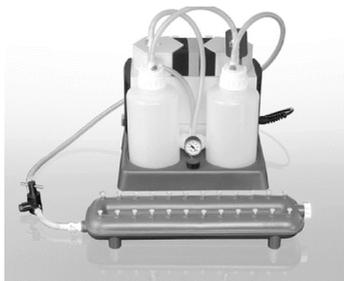

Figura 2. QIAvac 24 Plus, QIAvac Connecting System y la bomba de vacío
Las columnas QIAamp Mini se procesan en el QIAvac 24 Plus mediante el uso de VacConnectors desechables y VacValves reutilizables. Las VacValves (opcionales) se insertan directamente en las ranuras luer del colector QIAvac 24 Plus y garantizan una velocidad de flujo constante, lo que facilita el procesamiento en paralelo de diferentes volúmenes de muestra. Deben utilizarse si las velocidades de flujo de las muestras difieren significativamente para poder garantizar un vacío uniforme. Los VacConnectors son conectores desechables que se colocan entre las columnas QIAamp Mini y las VacValves o entre las columnas QIAamp Mini y las ranuras luer del QIAvac 24 Plus. Estos conectores impiden el contacto directo entre la columna de centrifugación y VacValve durante la purificación y, de ese modo, evitan cualquier contaminación cruzada entre las muestras. Los VacConnectors se desechan después del primer uso. Debido a los grandes volúmenes de solución utilizados, se requiere el QIAvac Connecting System (o una configuración similar con frascos para residuos) (consulte la Figura 2).
- La presión de vacío es la presión diferencial entre el interior del colector de vacío y la atmósfera (presión atmosférica estándar de 1013 milibares o 760 mm Hg) y se puede medir con el QIAvac Connecting System (consulte Figura 2). Los protocolos requieren una bomba de vacío capaz de producir un vacío de  $-800$  a  $-900$  mbar (p. ej., QIAGEN Vacuum Pump). Deben evitarse las presiones de vacío más altas. El uso de presiones de vacío más bajas que las recomendadas puede reducir el rendimiento y la pureza del ácido nucleico y aumentar el riesgo de membranas obstruidas.